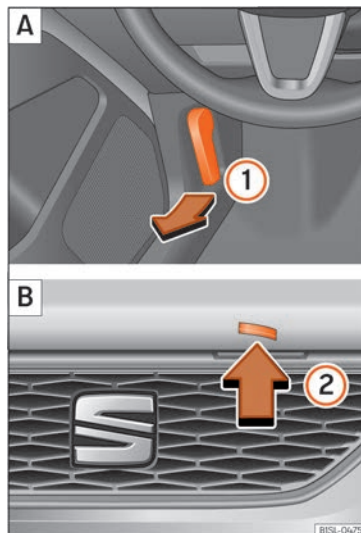

Abb. 161 **A**: Entriegelungshebel im Fußraum auf der Fahrerseite. **B**: Entriegelungshebel an der Motorraumklappe.
- Öffnen Sie die Tür und ziehen Sie an dem Hebel unterhalb der Instrumententafel »» **Abb. 161** ①.
- Motorraumklappe etwas anheben und gleichzeitig den Entriegelungshebel »» **Abb. 161** ② in Pfeilrichtung drücken, um die Motorraumklappe vollständig zu öffnen.